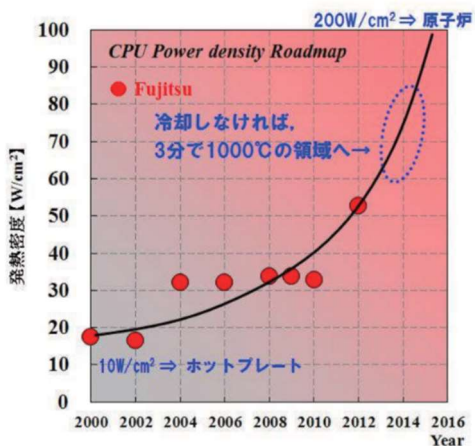

図10. CPU 発熱密度の推移 出典：文献(6)
今後の集積化と発生熱量の関係を下記の富士通株式会社：久保秀雄氏の日本冷凍空調学会 2013 年 2 月データセンター冷却技術セミナー「スーパーコンピュータ『京』支える冷凍技術」(6) で発表された資料より図 10 と文を引用する。(以下斜線部)
CPU の演算性能は、この 10 年で 20 倍に増加し、その一方で発熱量も 4 倍に増加した。CPU の発熱密度の推移を図 10 に示す。2000 年に 20W/cm² 程だった発熱密度は、2012 年には 50W/cm² を越え、数年後には 70~80W/cm² に達する。この領域では冷却しなければ、計算上 CPU 温度は 3 分で 1,000°C まで上昇してしまう。さらに近い将来、原子炉の被覆管表面の発熱密度の約半分にあたる 100W/cm² レベルも視野に入ってきている。